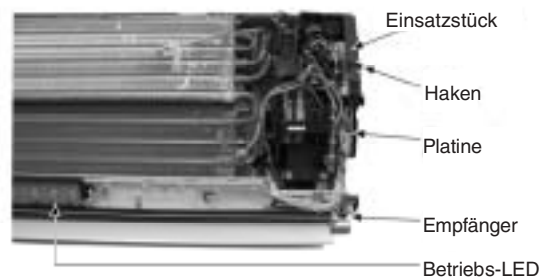

Abb. 3
- Damit die Platine herausgenommen werden kann, wird zunächst das Einsatzstück und dann der Haken zur Befestigung der Platine gelöst (Abb. 3).